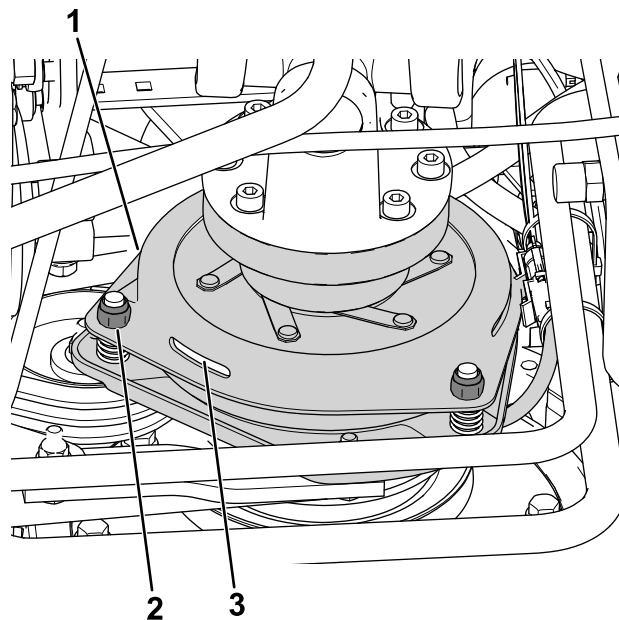

Рисунок 78
- Отрегулируйте зазор так, чтобы толщиномер на 0,3 мм мог проходить между накладкой муфты и фрикционной пластиной с легким усилием (Рисунок 78).
**Примечание:** Этот зазор можно уменьшить, поворачивая регулировочные гайки по часовой стрелке (Рисунок 78). Максимальный рабочий зазор составляет 0,6 мм. Отрегулируйте все 3 воздушных зазора так, чтобы они составляли 0,4 мм.